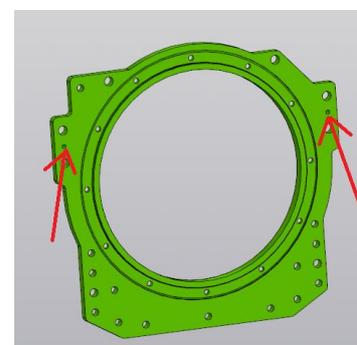

Рис. 3
- Вворачивая в Плиту-кольцо (рис.3) болты М12, отсоединить переходную плиту